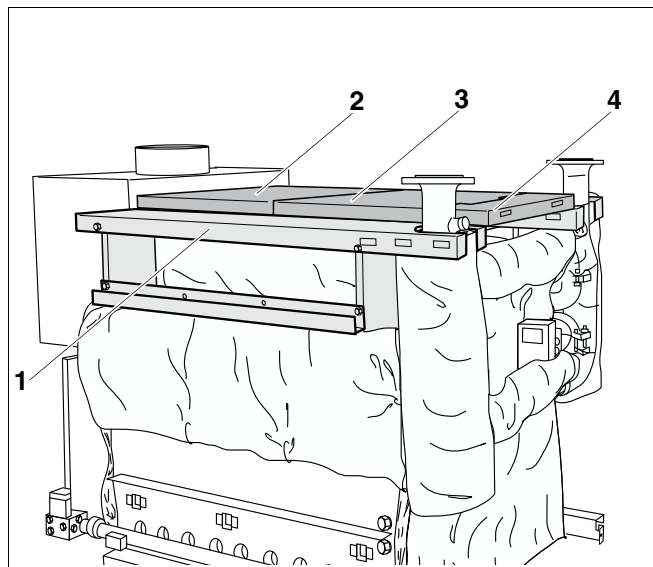

Рис. 57 Установка верхних крышек котла
- Уложить заднюю крышку котла (рис. 57, поз. 2) и прикрепить к боковым крышкам (рис. 57, поз. 1) винтами с плоской головкой 3,9 x 9,5. У котлов типоразмера от 2 x 12 имеется средняя крышка (рис. 57, поз. 3), которая укладывается между передней (рис. 57, поз. 4) и задней крышками (рис. 57, поз. 2).